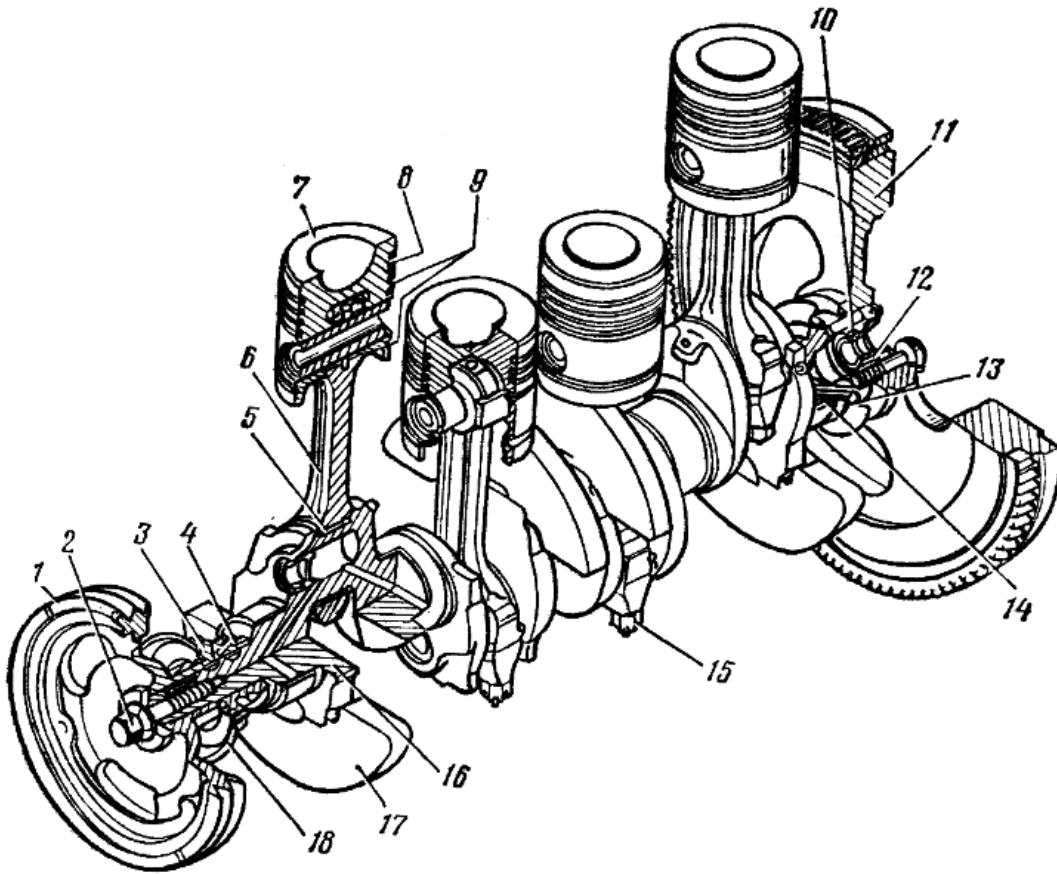

Рисунок 13 - Кривошипно-шатунный механизм двигателя Д-144:
3. Рассмотрите устройство поршня 7 (рисунок 13). Уясните, каково назначение сферической выемки в днище поршня, смещенной на 5 мм от оси поршневого пальца в правую сторону двигателя.